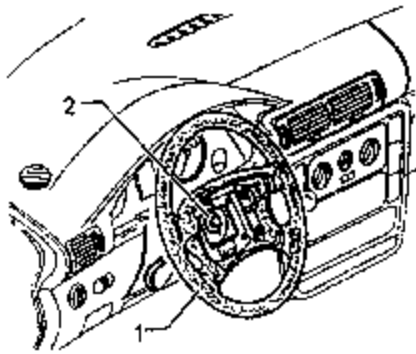

图 11-77 拆卸方向盘
(1) 转向柱开关的拆卸
- ①如图 11-77 所示。松开六角螺栓 2（60N·m）（螺栓拆卸后要更换）。把方向盘 1 放在中间位置上，从转向柱中拔出方向盘 1。